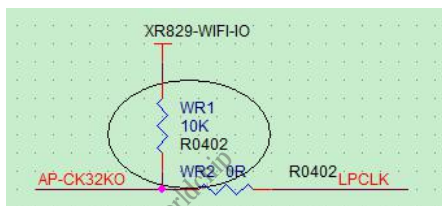

图 2-36 AP-CK32K0 上拉电路
- A100_A133 主控的 32KFOUT 为内部 32.768KHz 时钟输出脚，与 WiFi 模组结合使用时，必须加外部上拉电阻，且注意上拉电源为 VCCIO-WIFI。如图 2-36。